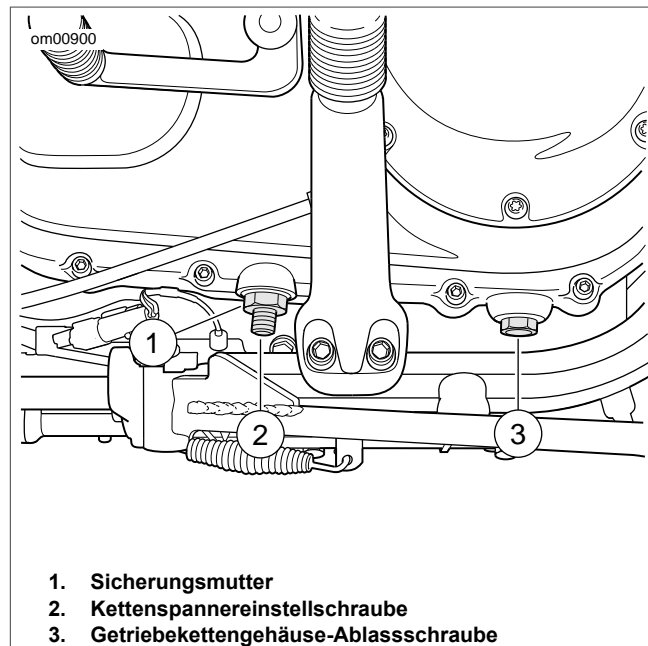

Abbildung 40. Primärkettenspanner: Sportster-Modelle
3. Siehe Abbildung 40. Die Spannung der Primärkette nachprüfen, indem das Spiel gemessen wird.
1. Siehe Abbildung 40. Sicherungsmutter lockern (1).
2. Die Kettenspannereinstellschraube (2) im Uhrzeigersinn (nach innen) drehen, um das Spiel zu reduzieren oder gegen den Uhrzeigersinn (nach außen) drehen, um das Spiel zu erhöhen. Das Spiel muss zwischen den Grenzwerten liegen. Siehe Tabelle 28.